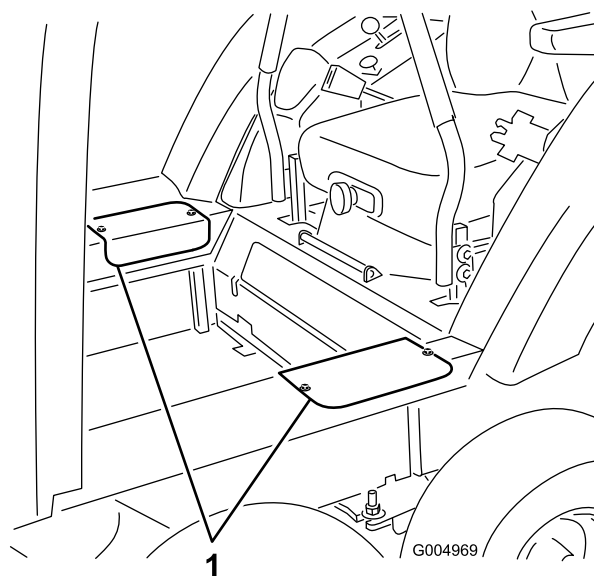

図 55
27. 両サイドのアクセスカバーを取り付ける先ほど取り外したねじを使用する 図 55。